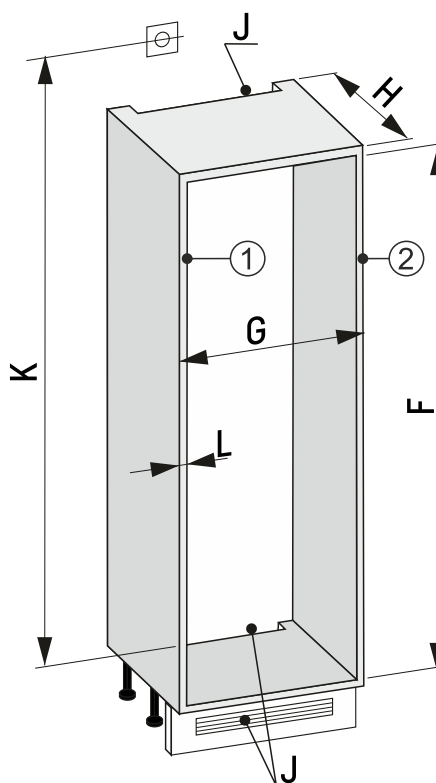

Fig. 88 30" výklenok
- Odmerajte hrúbku steny nábytku Fig. 88 (L).